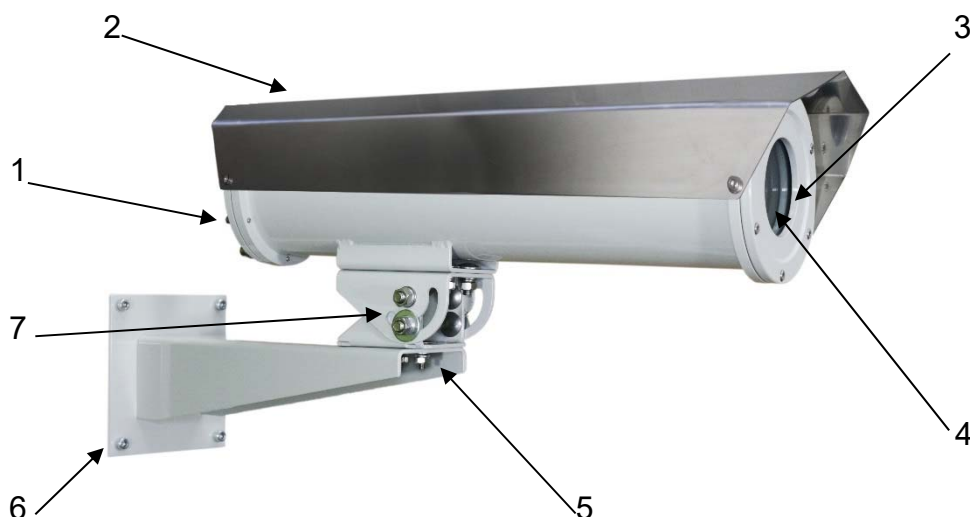

Рис. 3.1. Внешний вид термокожуха
1. Открутить болт крепления крепежно-юстировочного устройства (позиция 5, Рис. 3.1) и отсоединить от него термокожух.